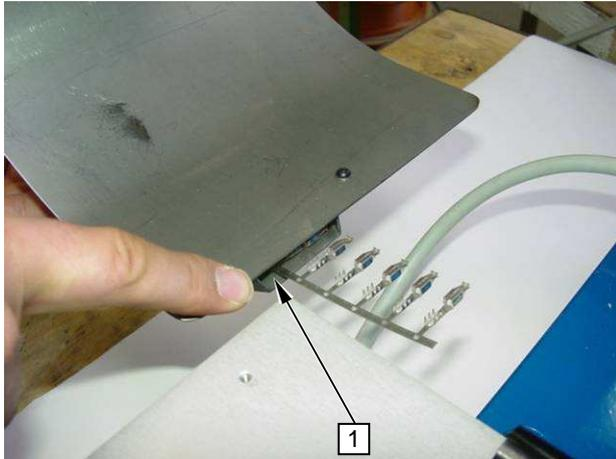

Bild 2
2. Führen Sie nun das Produktband durch die Zentrierung der Produktbandführung [1] (siehe Bild 2).